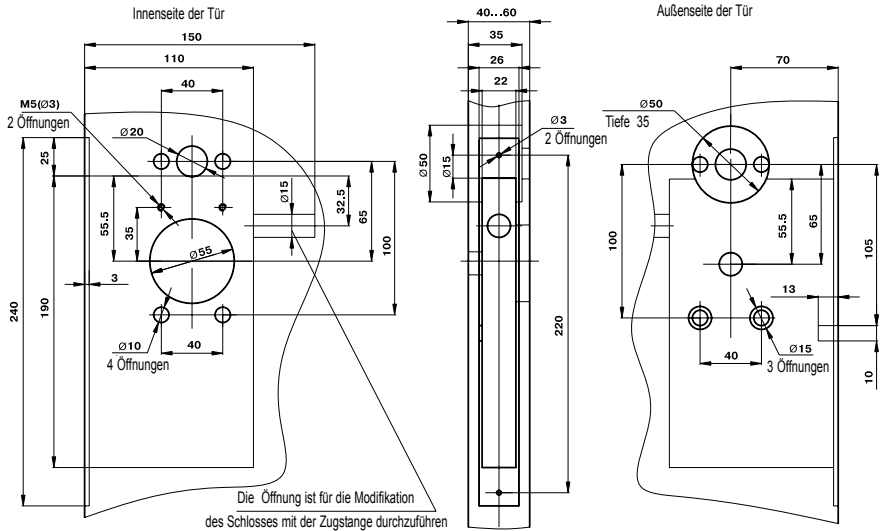

Abbildung 11 - Anreißen zur Einstellung des Schlosses auf die linksseitige Tür
3. Führen Sie das Anreißen der Tür zur Einstellung des Schloßes in Übereinstimmung mit Abb. 11 durch.